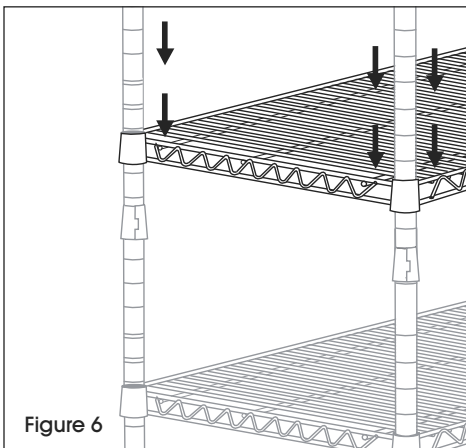

Figure 6
4. Determine the height of the next shelf, snap on supports then add and secure shelf. Repeat Step 4 to add the remaining shelves. (See Figure 6)
4. Déterminez la hauteur de la tablette suivante, enclenchez sur les supports, puis ajoutez et fixez la tablette. Répétez l'étape 4 pour ajouter les tablettes restantes. (Voir Figure 6)